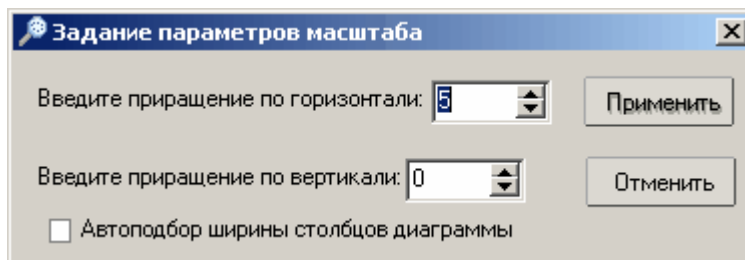

Рис. 4
- команда **Изменить масштаб**  (рис. 4) позволяет выполнить точную настройку под конкретного пользователя. Для чего вводится приращение по горизонтали и вертикали – отрицательное число. Если задать приращение, равное 0, то это означает отсутствие изменения при масштабировании по данной оси.